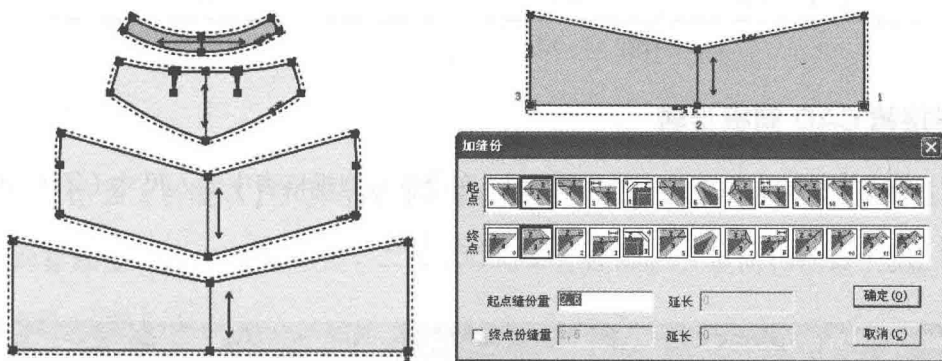

图6-36 加缝份
(12) 加缝份(图6-36)。
①选择【加缝份】工具, 将工作区的所有纸样统一加1cm缝份。
②将下拼块的下摆缝份修改为2.5cm。